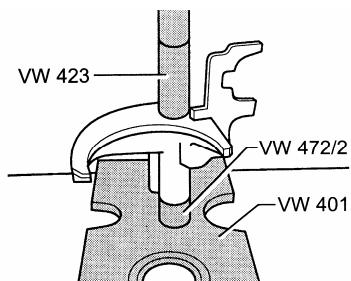

图 12-57 球形套筒的拆装
(2) 球形套筒的拆卸和安装，应使用专用工具并按图 12-57 所示进行。